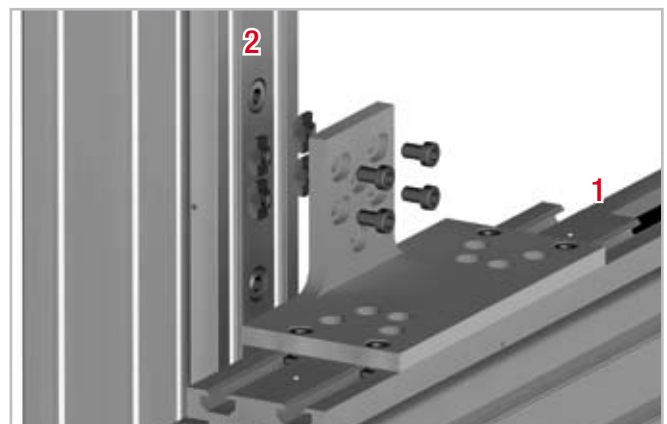

Abb. 73
4. Damit die Verbindungsplatte an Einheit 2 befestigt werden kann, führen Sie die Schrauben in die vorbereiteten Bohrungen an der schmalen Plattenseite ein (s. Abb. 73).